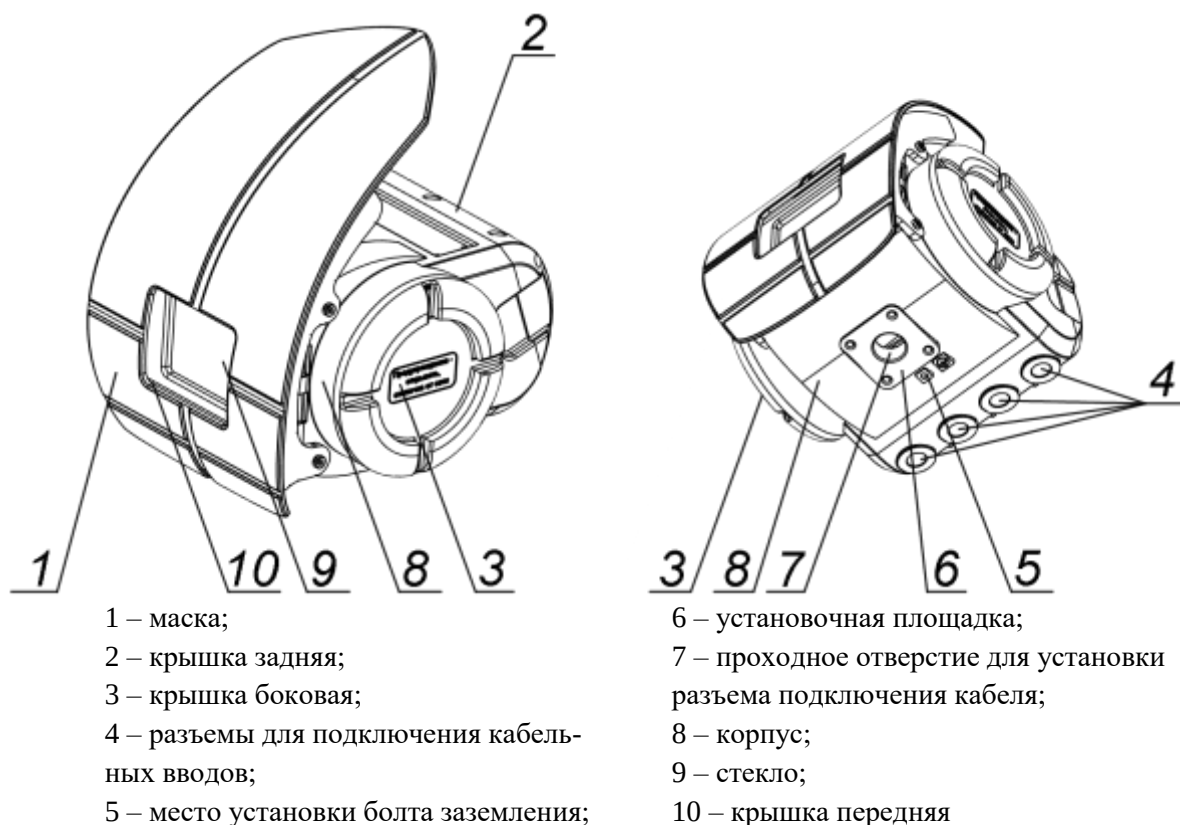

Рисунок 3 – Состав оболочки взрывозащищенной КТМ-0
- оболочка взрывозащищенная КТМ-0 (рисунок 3) – предназначенная для размещения электронных компонентов счетчика в условиях взрывоопасной зоны 1 или 2;